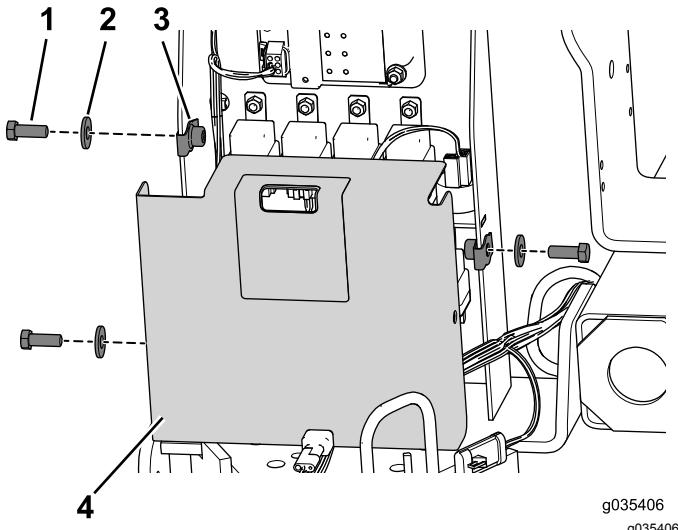

Figura 1
1. Rimuovete la bulloneria che fissa il coperchio del vano e mettetela da parte (Figura 1).